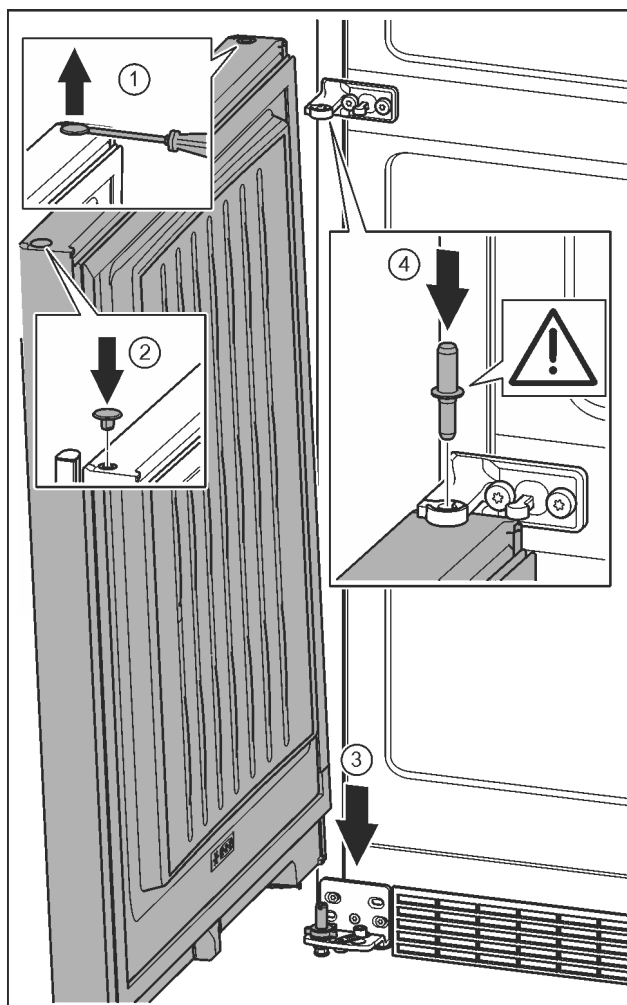

Fig. 23
- ▶ За допомогою шліцевої викрутки обережно підніміть пробку та витягніть її. *Fig. 23 (1)*
- ▶ Знову вставте пробку з іншого боку дверцят. *Fig. 23 (2)*
- ▶ Встановіть дверцята зверху на нижній опорний гвинт. *Fig. 23 (3)*
- ▶ Середній опорний гвинт встановіть в нижні дверцята через середній опорний кронштейн. При цьому виступ фіксатора повинен бути спрямований назад. *Fig. 23 (4)*